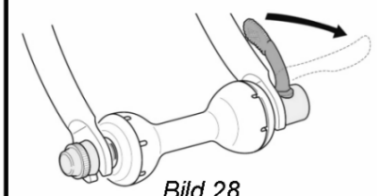

Bild 28
- Schnellspannhebel öffnen, **Bild 28**.